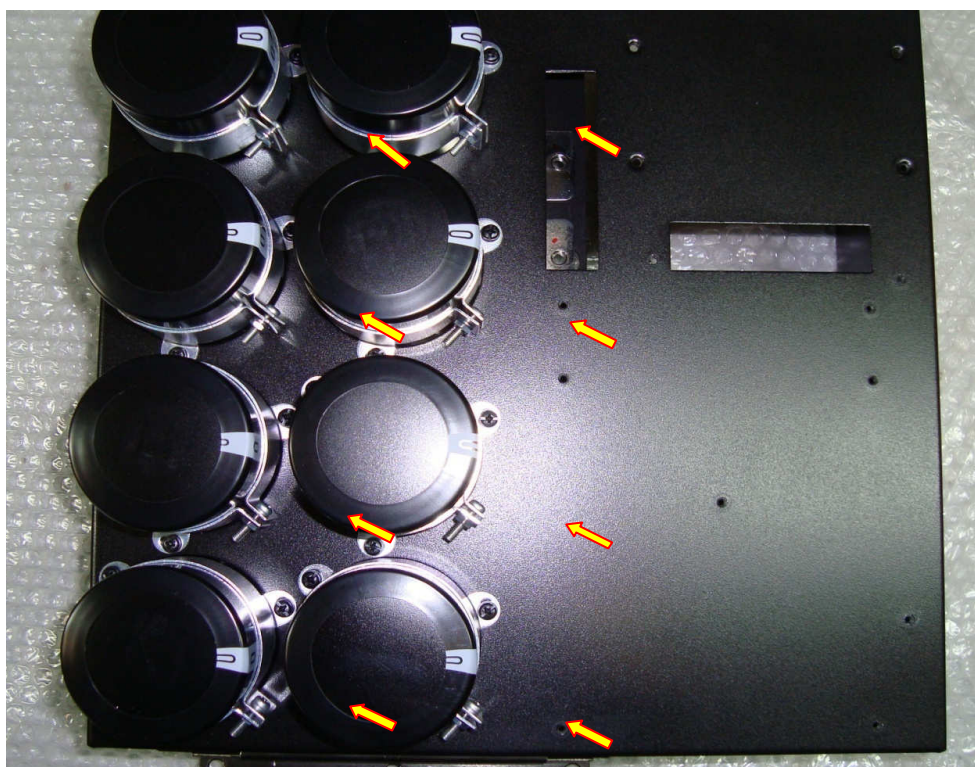

Рис. 7.11
- вставить конденсаторы через отверстия корпуса в хомуты, соблюдая полярность (рис. 7.11);
- затянуть винты хомутов (рис. 7.11, стрелки).